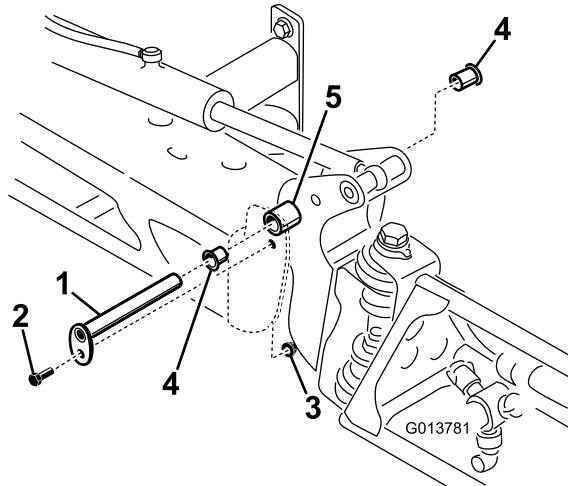

Figura 94
3. Con el peso del brazo apoyado, retire el perno y la tuerca que fijan el pasador de giro al conjunto del brazo (Figura 94).
4. Retire el pasador de pivot (Figura 94).
6. Retire los casquillos de nylon desde delante y desde detrás del soporte del pivot e inspecciónelos (Figura 94).
8. Instale el conjunto de brazo y soporte del pivot en el bastidor central, alineando los orificios (Figura 94).